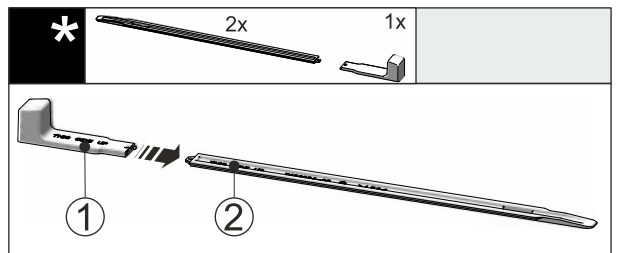

Fig. 50
- Pielieciet montāžas rokturi Fig. 50 (1) pie līmeņošanas sliedes Fig. 50 (2).